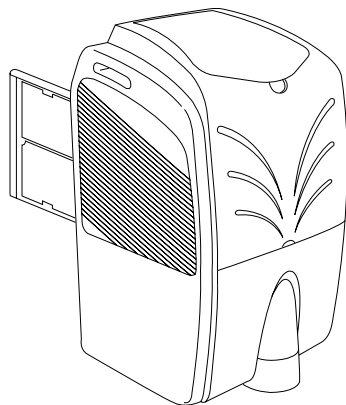

fig. 4
- Per togliere il filtro dell'aria, estrarre il filtro tirandolo (fig. 4).